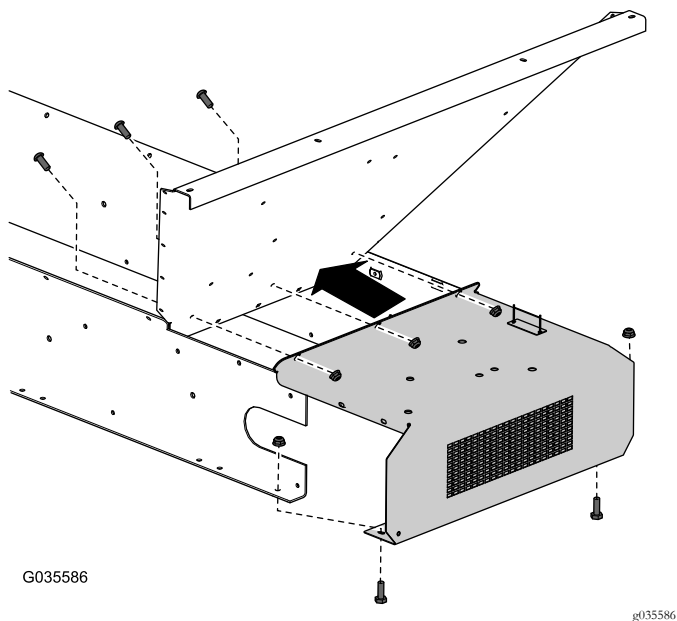

Рисунок 9
8. Установите новый брызговик (Рисунок 9).